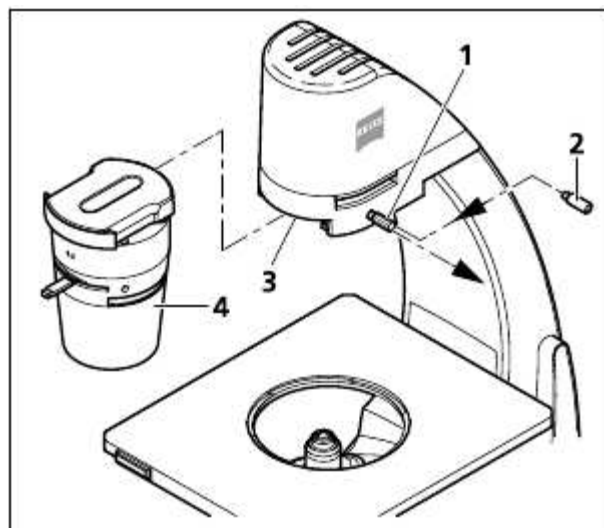

Fig. 4 安装聚光镜
- 从前面的滑轨处(Fig. 4/3)向后插入聚光镜(Fig. 4/4)并推至最内侧。
- 使用突出的固定螺丝(Fig. 4/1).将聚光镜固定好
当显微镜的聚光镜从来不需要更换或使用突出的固定螺丝妨碍使用时,以及在显微镜运输过程中建议使用内六角螺丝(Fig. 4/2)来固定聚光镜.